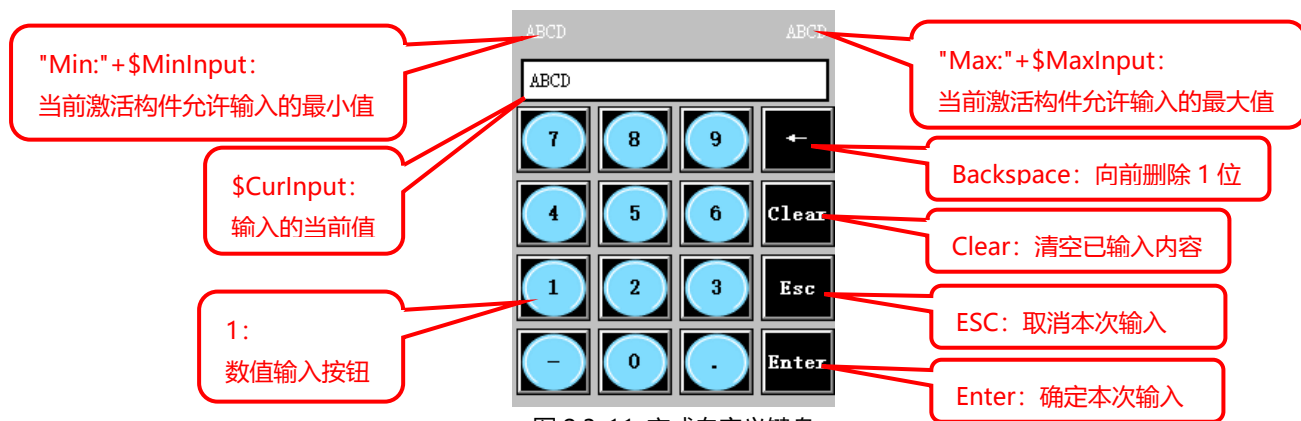

图 2.3-11 完成自定义键盘
- ③ 按照同样的方式，再添加 2 个标签构件，重复步骤 1～步骤 2，分别在其在【显示输出】→【表达式】，输入以下字符串：“Min:”+\$MinInput; “Max:”+\$MaxInput。并调整标签构件大小、填充色等外观，效果如图 2.3-11 所示：